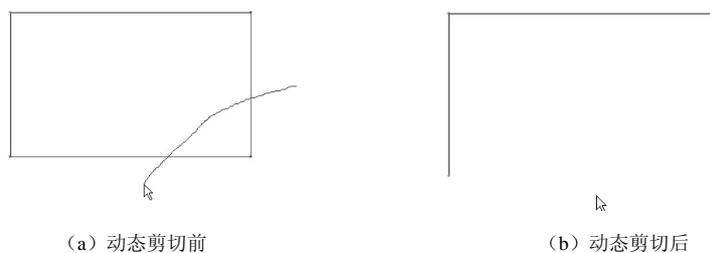

图 2-27 动态剪切
(1) 在草绘命令工具栏中单击【动态剪切】按钮，也可选择菜单【编辑】→【修剪】→【删除段】命令。
(2) 在绘图区中，按下左键并移动光标，使其通过欲删除的线段。
(3) 此时画面中会出现一条高亮显示的鼠标移动轨迹，如图 2-27 (a) 所示。只要是该轨迹通过的线段，都会高亮显示，此时放开鼠标左键，选中的线段即可被删除，如图 2-27 (b) 所示。或直接用鼠标左键选中要删除的线段。